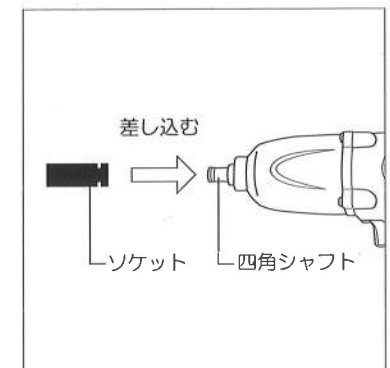

図3
- ソケット底部の差込角穴を、本体先端部の四角シャフトへ確実に差し込んでください。(図3)